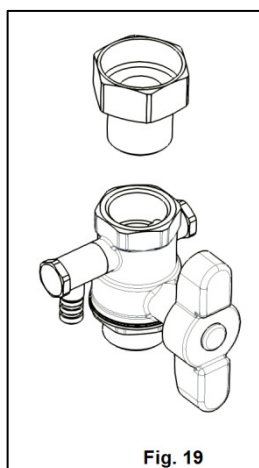

Fig. 19
13. Se ataseaza partea cu filet exterior a racordurilor olandeze L2, la robinetii cu aerisitor Q, etansarea asigurandu-se cu snur de canepa (Fig. 19).